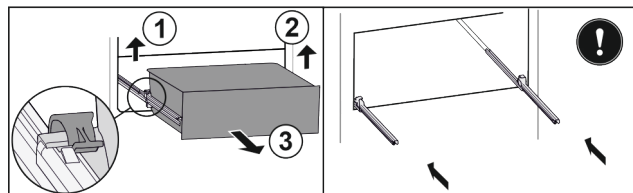

Fig. 18*
- 提起左侧夹子，同时将抽屉左侧向前拉 Fig. 18 (1)。*
- 提起右侧夹子，同时将抽屉右侧向前拉 Fig. 18 (2)。*
- 朝前取出抽屉 Fig. 18 (3)。*